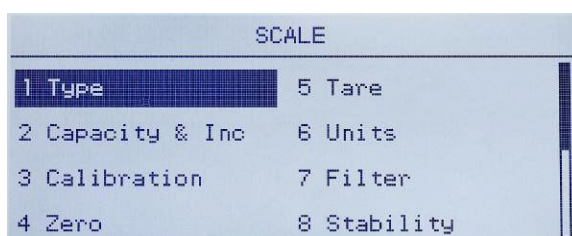

Figura 3-29: Menú de configuración de báscula, primera página
2. Con Báscula enfocada, presione ENTER, o presione la tecla 1 en el teclado para usar el método de acceso rápido. La Figura 3-29 muestra la primera selección de ramas secundarias de báscula.